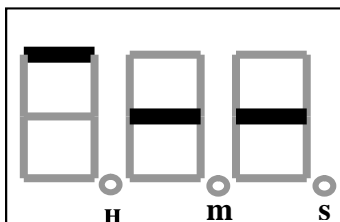

Рис. 5
- выходной ток снизится до 10% от установленного лимита тока (рис. 5);